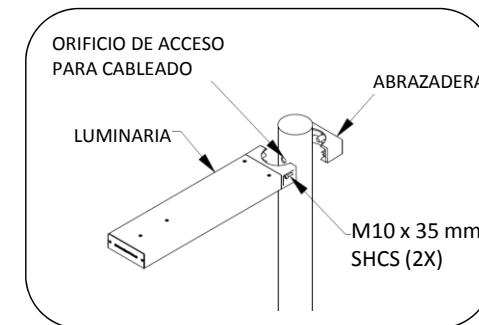

Fig. 3: Instalación de la luminaria
4. Instale la abrazadera en el poste como se indica en la Fig. 3.